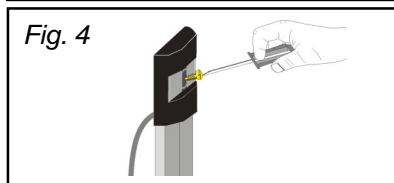
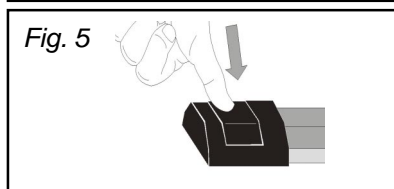

Fig. 4
Fig. 5
Rimuovere le coperture in plastica alle estremità delle colonne. Eseguire i fori ed usare le viti in dotazione per fissare le colonne al muro (fig. 4).
Per richiudere la copertura in plastica, inserire il coperchietto nell'apposito spazio e premere verso la colonna fino al blocco (fig. 5).
- » Monter les colonnes dans l'espace entre la fenêtre et les volets roulants. Enlever les bouchons en plastique aux bouts. Percer les trous de fixation et fixer les colonnes au mur en utilisant les vis incluses (fig. 4). Puis coincer le bouchon en plastique dans la propre siège (fig. 5).
- » Mount the columns in the space between the window and the roller shutter. Remove the plastic cap at the ends. Bore the holes for fixing and screw the columns to the wall with the help of the screws included (fig. 4). Remount the plastic cap in its proper seat (fig. 5).